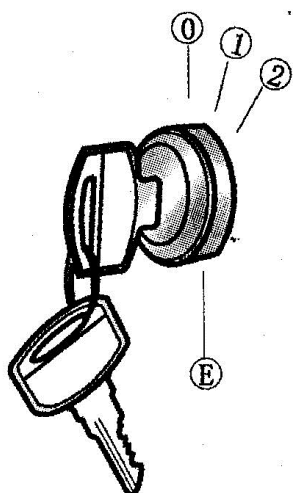

Рис. 4.6 – переключатель зажигания
Используется для управления и запуска цепей. См. рис.4.6 для детальной информации.
- (6) Поместите ключ в зажигание (см. рис. 4.6).
Запуск при нормальной температуре (около -5°C): поверните по часовой стрелке ключ зажигания в позицию «1» (см. рис. 4.6) для питания цепи, потом поверните в положение «2». Когда двигатель запустился, возвратите в «1». При использовании стартера, включите его в первую очередь.